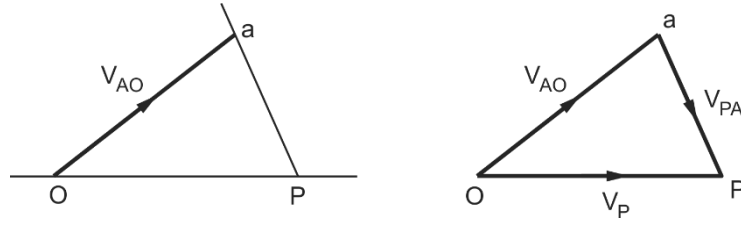

Figure.2.16
- 3) पिस्टन P च्या गतीच्या दिशेने (म्हणजे क्षैतिजरित्या) बिंदू 'o' पासून व्हेक्टर  $\vec{op}$  काढा. Figure मध्ये दाखवल्याप्रमाणे हे दोन व्हेक्टर p बिंदूवर स्वारस्य करतात. म्हणून Figure 2.16 मध्ये दर्शविल्याप्रमाणे व्हेक्टर  $\vec{ap}$   $V_{PA}$  चे प्रतिनिधित्व करतात आणि vector  $\vec{op}$  VP चे प्रतिनिधित्व करतात.
त्यामुळे Figure 2.16 मध्ये दर्शविल्याप्रमाणे वेग Figureवरील बिंदू b हा बिंदू 'a' पासून 42.85 मिमी अंतरावर